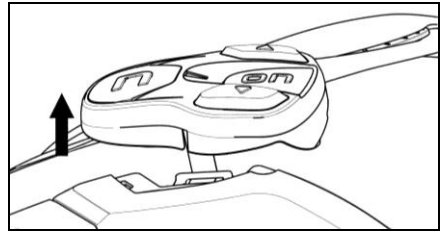

Fig. 29
- Tournez le clavier dans le sens inverse des aiguilles d'une montre (Fig. 29).